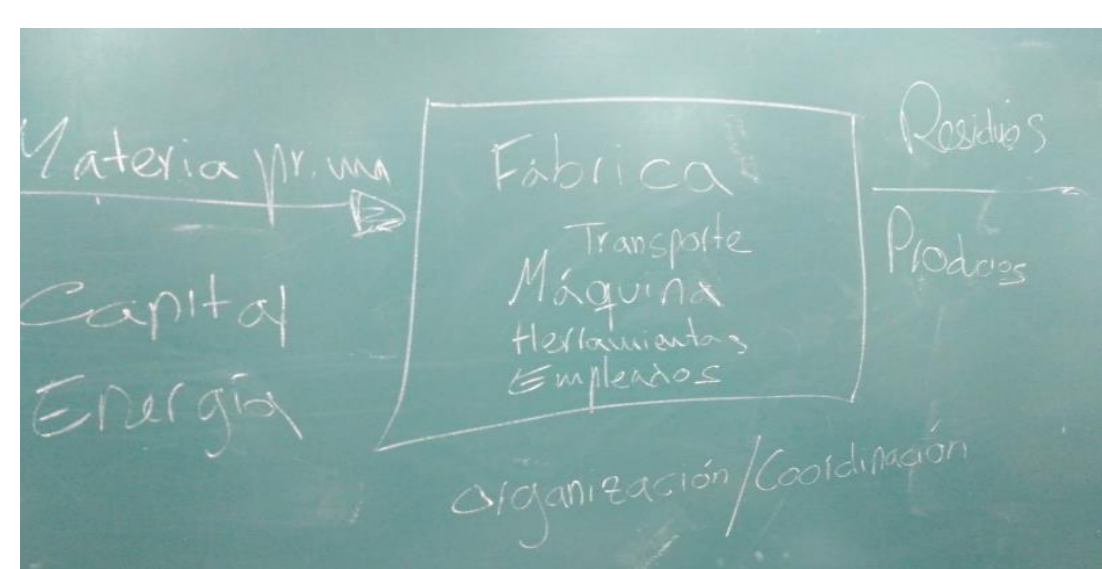

Figura 1. Análogo diseñado por los alumnos
Act. 4. Han de poner en común los elementos que conforman el esquema de la fábrica además de los componentes de entrada y salida (figura 1).
- El 75% de los alumnos reportan una gran diferencia entre la figura 1 y el esquema que se les facilitó de la respiración celular.
- Los alumnos definieron los elementos y estructura de la figura 1 a partir de sus ideas previas lo que permitió que entendiesen el modelaje a la perfección. Además participaron en el proceso proyectando similitudes, realizando predicciones e incluso analizando las limitaciones de la analogía de una forma más que satisfactoria.